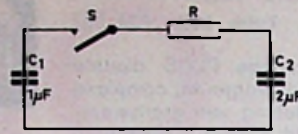

Fig.4
4. In fig. 4 is de condensator C_1 ($1 \mu\text{F}$) geladen en heeft een spanning van 30 V. De condensator C_2 ($2 \mu\text{F}$) is ongeladen. Men sluit nu de schakelaar S.